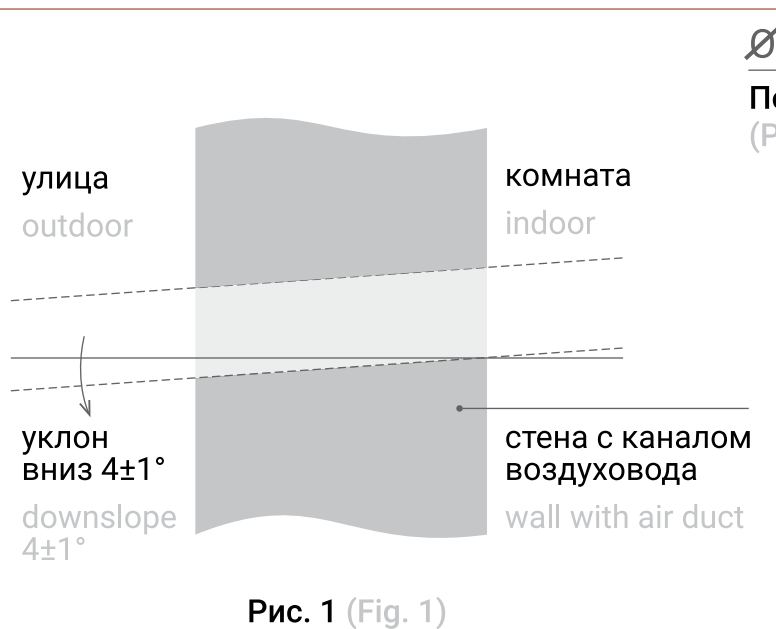

Рис. 1 (Fig. 1)
- 3 Пробурите канал воздуховода согласно разметке и рис. 1. ВАЖНО: канал должен иметь уклон 4±1° вниз, чтобы вода не могла попасть в помещение или внутрь прибора. При бурении используйте промышленный пылесос с водосборным кольцом для исключения загрязнения отделки помещения буровым раствором.
- 3 Drill the air duct according to the markings and Fig. 1. **IMPORTANT!** The air duct must have a downward slope of 4±1° so water cannot get into the room or device. When drilling, use a wet/dry vacuum cleaner to keep drilling fluid off the interior finish.